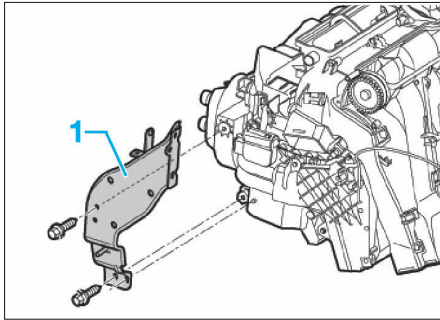

FIG. 33
- Déposer le support (1) (Fig.33).